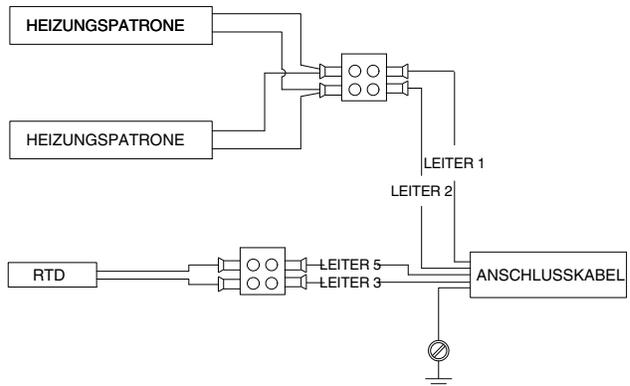

Abb. 10 Reparaturen an typischer Heizungspatrone und RTD
1. Siehe Abb. 10. Die Schrauben (1) abnehmen, die die Abdeckung (2) am Heizungskasten (4) halten.
2. Die Schrauben (9) abnehmen, mit denen die Kabelabdeckung (10) am Gehäuse (5) befestigt ist.
3. Die entsprechende Schraube (3) am Stecker (13) lösen und die Drähte (6) abnehmen.
4. Heizungspatrone (7) vom Gehäuse (5) abnehmen.
4. RTD (8) vom Gehäuse (5) abnehmen.
5. Die Leiterisolierung an den Leitern (6) des neuen RTDs (8) etwas entfernen. Neue Aderendhülsen (12) auf die Leiter crimpen.
6. Wärmeleitpaste (11) auf das RTD (8) auftragen. Das RTD in das Gehäuse (5) stecken.
7. Die Leiter (6) in den entsprechenden Stecker (13) einsetzen und die Schrauben (3) anziehen.
8. Die Kabelabdeckung (10) am Gehäuse (5) installieren. Die Leiter wie gezeigt durch das Langloch führen. Die Kabelabdeckung mit den Schrauben (9) am Gehäuse befestigen. Die Schrauben fest anziehen.
9. Die Abdeckung (2) mit den Schrauben (1) am Heizungskasten (4) installieren. Die Schrauben fest anziehen.